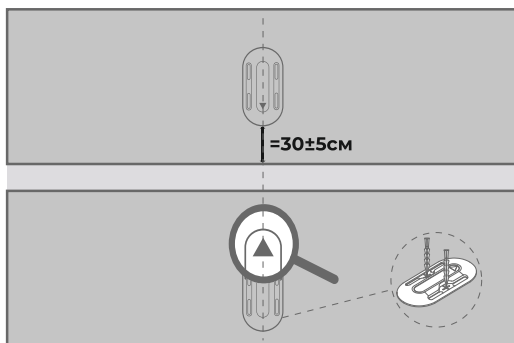

Рис. 16
**Установка магнитных меток (рис. 16)**